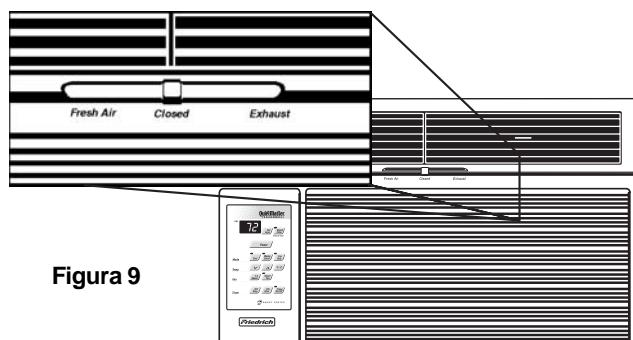

Figura 9
- ② COOL - Pulse el botón *Cool* (Frio) para cambiar automáticamente a COOL.
- ③ FAN ONLY - Pulse el botón *Fan Only* si sólo quiere que funcione el ventilador. Puede utilizar esta función en combinación con FRESH AIR / EXHAUST para que entre aire de fuera o para sacar el aire estancado de la habitación. (Para más información consulte la figura 9 de la página 25).
- ④ MoneySaver® - Pulse el botón *MoneySaver®* para activar la función de MoneySaver®. De esta manera se pone en marcha el ventilador con el compresor para que el ventilador no esté en funcionamiento constante.
Puede utilizar *Fan Only* con EXHAUST para que entre AIRE FRESCO de fuera o para sacar el aire estancado de la habitación. Esto es muy útil en primavera y en otoño cuando no es necesario enfriar la habitación. Los mandos FRESH AIR y EXHAUST están en la parte superior por donde sale el aire. La posición central es normal o cerrada, que hace recircule el aire para lograr el máximo rendimiento en el modo aire frío (véase la figura 9).
Los mandos *Fresh Airy Exhaust* están en la parte superior por donde sale el aire (véase la figura 9 de la página 25). La posición central es normal o cerrada, que hace recircule el aire para lograr el máximo rendimiento en el modo de aire frío.
La unidad de aire acondicionado puede hacer que entre aire fresco en la habitación o sacar el aire estancado de la habitación. El interruptor de control está en la parte superior de la unidad (véase la figura 9).